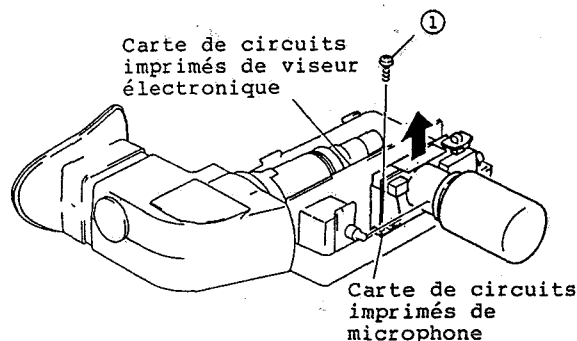

Fig. 2-154
1. Retirer une (1) vis de fixation immobilisant la plaque de blindage de viseur électronique et dégager la carte de circuits imprimés MIC en agissant dans la direction indiquée par la flèche et en procédant de la partie supérieure du coffret. (Se reporter à la figure 2-154)